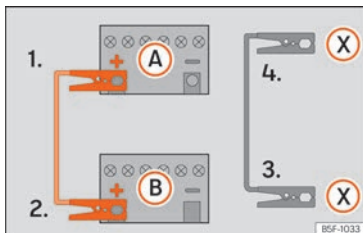

Abb. 43 Anschlusschema für Fahrzeuge mit Start-Stopp-System.
- 4b. Bei Fahrzeugen mit Start-Stopp-System: ein Ende des schwarzen Starthilfekabels (X) an einen geeigneten Masseanschluss, ein massives, fest mit dem Motorblock verschraubtes Metallteil oder an den Motorblock selbst anklammern »» » **Abb. 43**.
5. Klemmen Sie das andere Ende des schwarzen Starthilfekabels (X) im Fahrzeug mit der entladenen Batterie an ein mit dem Motorblock verschraubtes, massives Metallteil oder an den Motorblock selbst, aber so weit wie möglich von der Batterie (A) entfernt an.